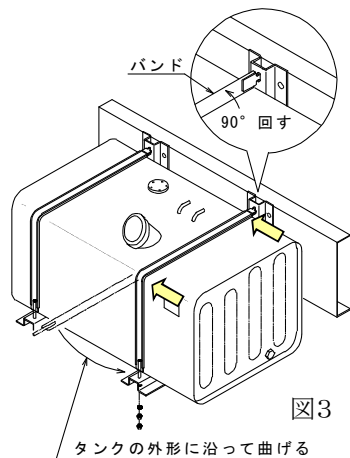

図3
- (6)バンドを取付けて、タンクを固定します。…図3
- ①バンドのタンクの外形曲面(黄色い矢印、2箇所)部位を事前に曲げます。
- ②ステーの長穴にバンドのフックを挿入したあと、クッション材(ゴム)がタンク側になるように、90°回します。
- ③タンクに沿わせながらステーのボルト穴に通します。
- ④付属の平座金を挿入した後、一段目および二段目のナットを下表のトルクで締めつけます。